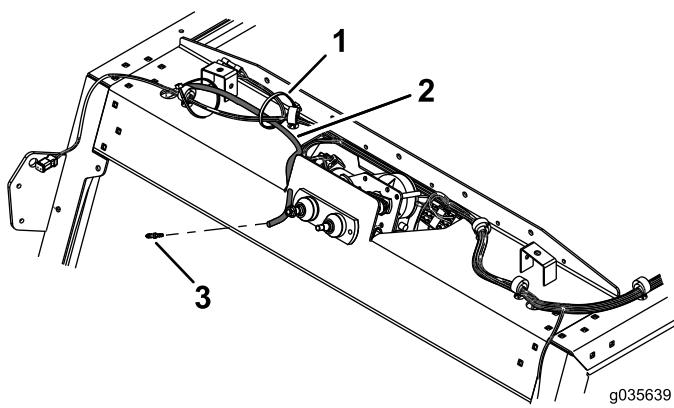
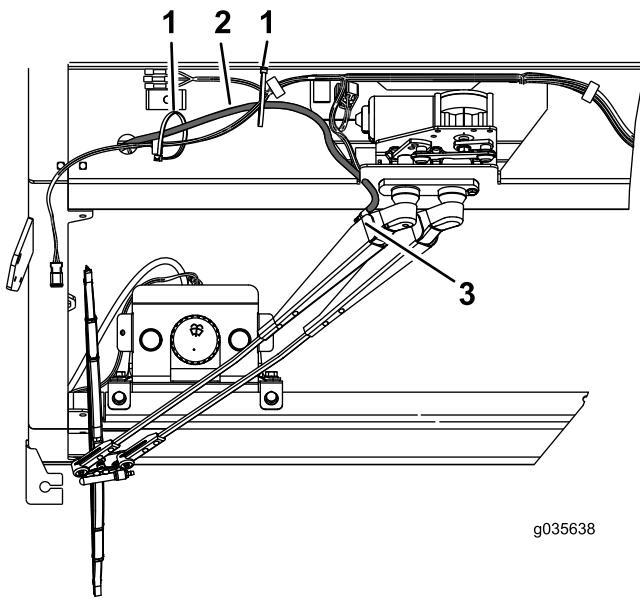

Рисунок 10
Рисунок 11
7. Установите шланговый штуцер со ступенчатой поверхностью в шланг в месте расположения электродвигателя насоса и подсоедините его к рычагу стеклоочистителя (Рисунок 10 и Рисунок 11).
8. Прикрепите шланг к жгуту проводки с помощью кабельных стяжек, как показано на Рисунок 11.